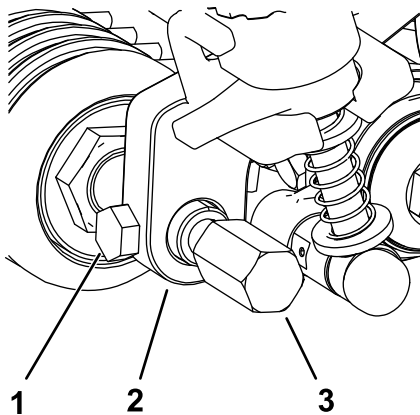

Figura 24
6. Inserite e posizionate l'albero del rullo centrale in mezzo alle staffe dell'altezza di taglio e fissatelo con le 2 viti di montaggio rimosse dalle vecchie staffe dell'altezza di taglio (Figura 24).
7. Collegate le protezioni del groomer a ciascun lato dell'albero del rullo anteriore (Figura 24).